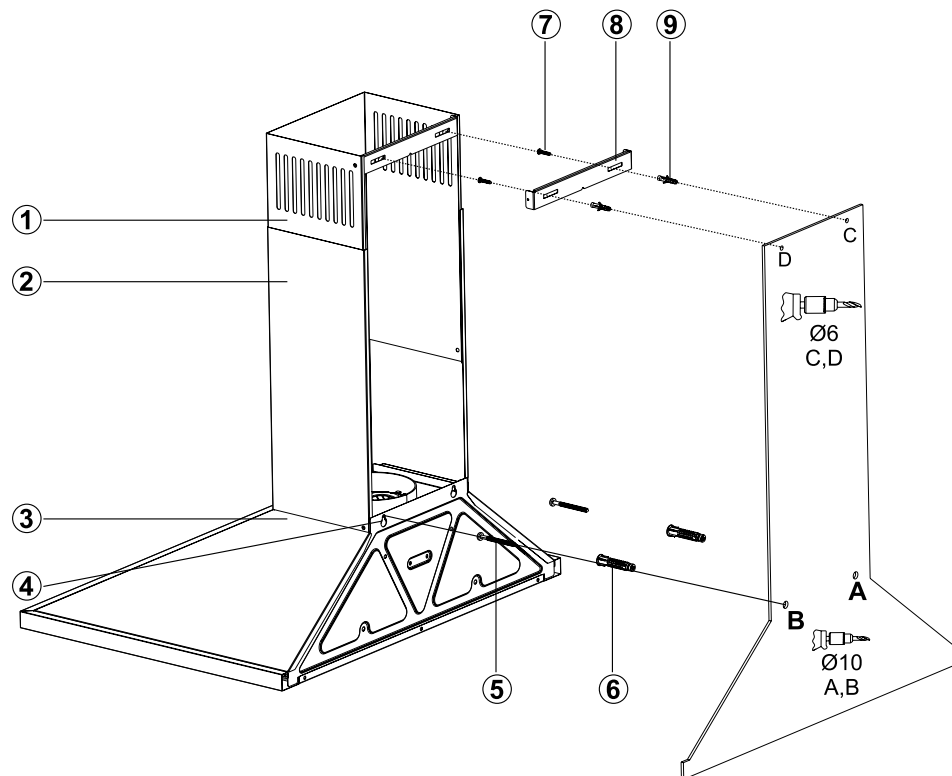

Fig. 12
- Kontrollera minsta och maximala avstånd enligt arbetsbänk och borrhåls punkter A, B.(Fig. 12)
- Placera Ø10mm stift i borrhåls A, B spetsar och skruva fast skruvarna till A+B-punkter som lämnar 5 mm mellanrum mellan skruvhuvudet och vägg.(Fig. 12)